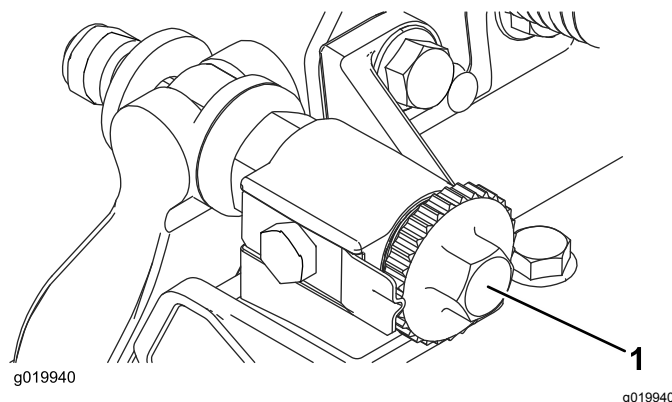

Figure 8
2. Tournez les vis de réglage de la barre d'appui dans le sens antihoraire pour vérifier qu'elle ne touche pas le cylindre (**Figure 8**).